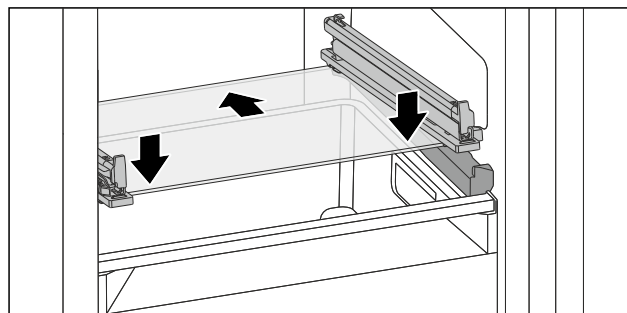

Fig. 134 Pllaka e xhamit e sirtarit me anim
- Vendosni pllakën e xhamit pjerrtas prapa ndaluesve. (shihni Fig. 134)